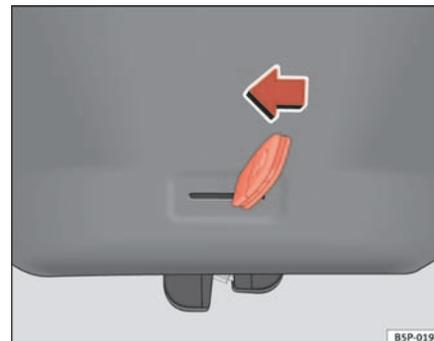

Fig. 69 Hayon arrière : ouverture d'urgence
- Introduisez le panneton de la clé dans la rainure et déverrouillez le système de fermeture en dirigeant la clé de droite à gauche comme indiqué par la flèche ⇒ fig. 69. ■